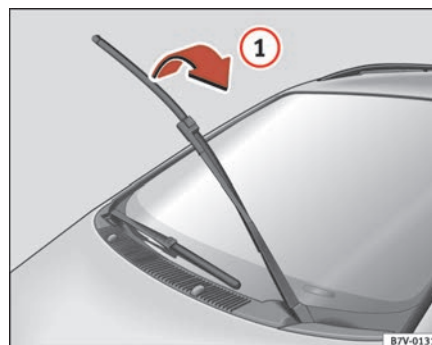
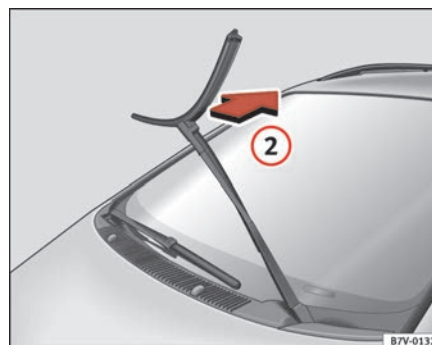

Abb. 144 Scheibenwischer vorne hochklappen
Abb. 145 Scheibenwischer vorne abnehmen ▶
- Drehen Sie das Wischerblatt in Pfeilrichtung ⇒ Seite 228, Abb. 144 ① bis zum Anschlag und ziehen Sie es in Pfeilrichtung ⇒ Seite 228, Abb. 145 ② ab.
- Schieben Sie ein neues Wischerblatt **gleicher Länge und Ausführung** auf den Wischerarm und drehen Sie das Wischerblatt entgegen der Pfeilrichtung ① bis zum Anschlag.